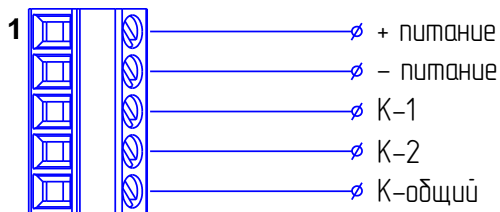

Рис. 8. Датчик положения. Схема подключения
- вставить концы проводов в клеммную колодку 10. Схема подключения рис.8.